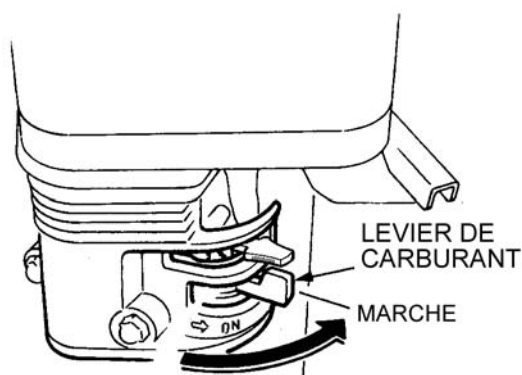

Figure 12. Culbuteur de carburant du moteur (position **MARCHE**)
1. Placez le culbuteur de carburant du moteur (Figure 12) en position « **MARCHE** ».